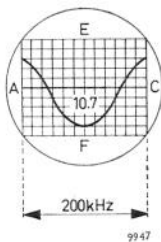

Fig. 22. M.F.-kromme tijdens de afregeling
7. Regel de kern van de **primaire** kring van het laatste m.f.-bandfilter (ratiodetector) op maximale tophoogte van de doorlaatkromme. De amplitude van het h.f.-signaal moet voortdurend zodanig geregeld worden dat de aanwijzing van de buisvoltmeter ca  $-3$  V is. Aangezien het beeld tweemaal per looptijd van de tijdbasis geschreven wordt, is het mogelijk dat de beide componenten op het scherm niet volkomen samenvallen. Regel dan de fase-instelpotentiometer aan de achterzijde van de generator (R9). De zichtbaar geworden kromme moet symmetrisch zijn ten opzichte van de lijn EF, zodat de top van de kromme (overeenkomende met 10,7 MHz) zich op deze lijn bevindt (fig. 22).